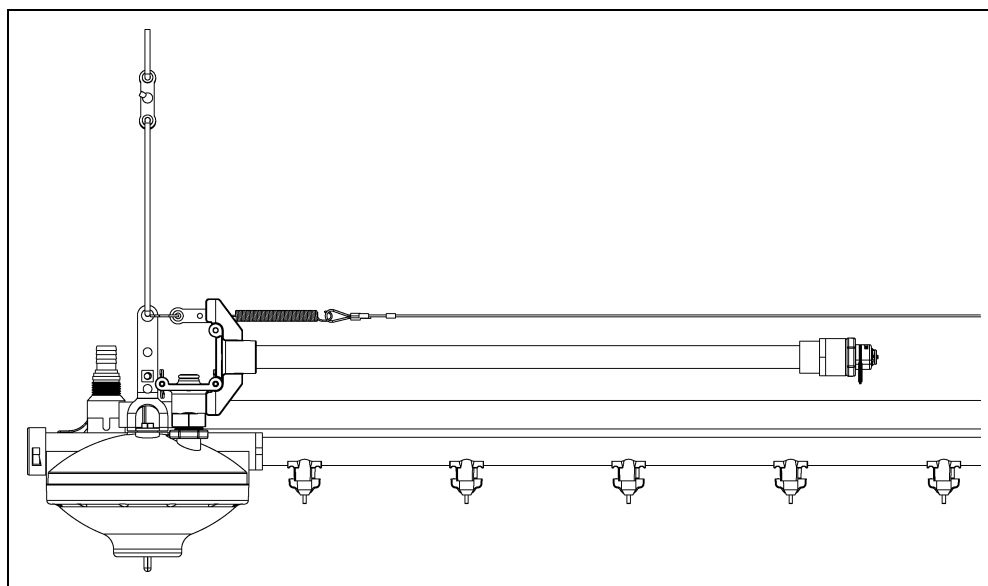

Рисунок 7O
1. Для лебедки приложений, использующих жесткую смотровую трубу, удалите один быстрый штифт фиксатора и сложите смотровой трубы на 90°, как показано на Рисунок 7O. Повторно установите штифт, чтобы предотвратить потерю. Этот шаг позволит избежать в водовод быть лебедкой к потолку, обеспечивая максимальный зазор.